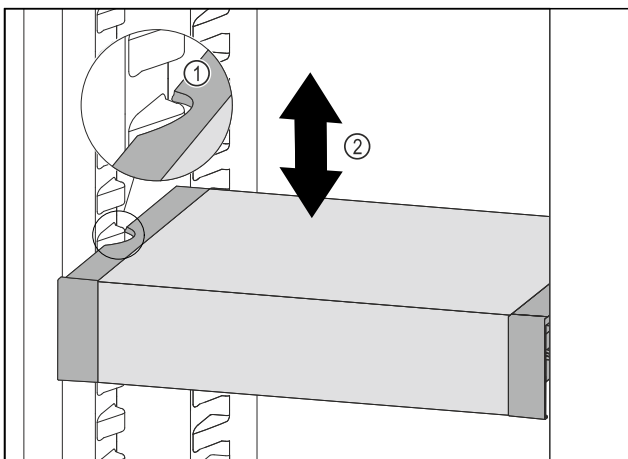

Fig. 131
- ▶ VarioSafe nach vorne ziehen, bis sich die seitlichen Aussparungen des VarioSafes auf Höhe der Behälterrippe im Kühlteil befinden. Fig. 131 (1)
- ▶ VarioSafe im Kühlteil nach oben oder unten bewegen, bis gewünschte Höhe erreicht ist. Fig. 131 (2)